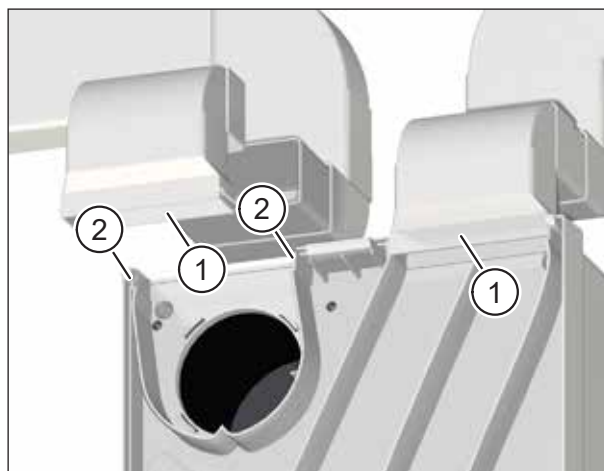

Fig. 11 : Nettoyer l'adaptateur de conduit (en cas de montage en saillie avec raccord pour conduit)
- ▶ Nettoyez l'adaptateur de conduit (pos. 1 dans Fig. 11) avec un chiffon humide et de l'eau savonneuse douce.
Si besoin, vous pouvez retirer l'adaptateur de conduit. Pour cela, poussez délicatement les deux fixations (pos. 2 dans Fig. 11) vers l'extérieur et tirez l'adaptateur de conduit vers l'avant.